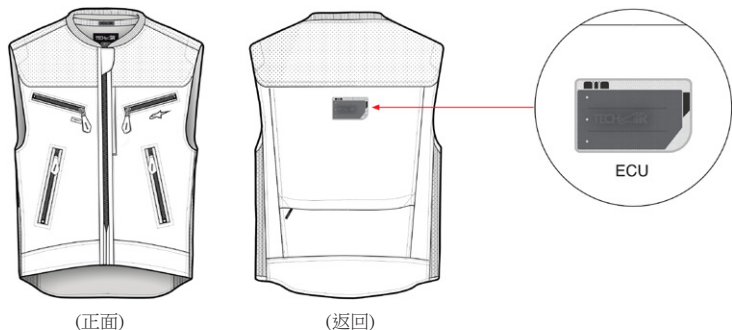

图 1 - 传感器位置
该系统包括一件背心，背心上集成有安全气囊电子控制单元（内置传感器）和 LED 显示屏 (2) (图 1)。安全气囊电子控制装置包含 1 个三轴加速计和 1 个三轴陀螺仪（也称为传感器组）。这些传感器监测用户身体是否受到冲击或发生意外移动。如果用户的身体受到高能量和/或突然能量的影响，系统就会启动。这种情况可能发生在摩托车发生事故时，例如摩托车与其他车辆或障碍物相撞、骑手失去控制或从摩托车上摔下。